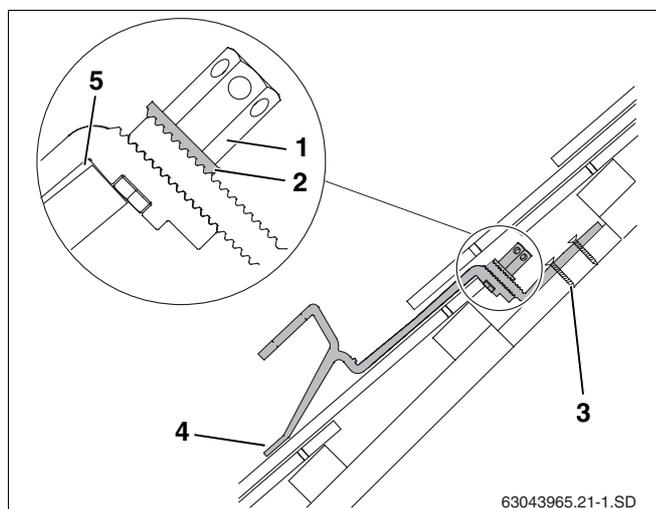

Рис. 19 Установленный кровельный крюк – показан в разрезе с укороченной нижней частью кровельного крюка
- Установить переднюю подпорку на черепицу таким образом, чтобы она при нагрузке прилегла к ней (рис. 19, поз. 4).
При этом должен быть зазор между кровельным крюком и верхним краем черепицы (рис. 19, поз. 5). При необходимости подогнать черепицу сверху.
Зубчатая подкладная шайба (рис. 19, поз. 2) должна войти в зацепление с нижней частью кровельного крюка.
- Затянуть гайки (рис. 19, поз. 1). Для этого вставить ключ SW5 в отверстие гайки и повернуть его.
- Нижнюю часть кровельного крюка прикрепить к стропилам или доскам/брусу минимум в первом (рис. 19, поз. 3) и втором отверстия соответствующими шурупами.